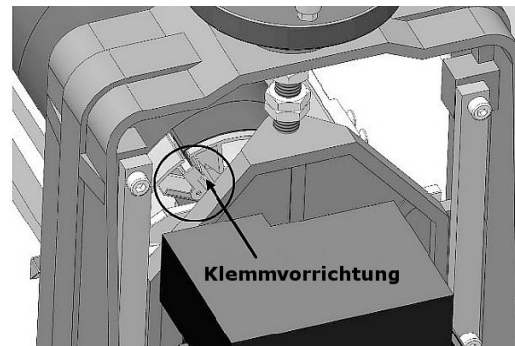

Abb. 15: Klemmvorrichtung rechts
- Schritt 4: Spanabnahme mit Handrad (B, Abb.15) einstellen.
- Schritt 5: Maschine starten (D, Abb.15).
- Schritt 6: Vorschub (E, Abb.15) starten und Vorschubgeschwindigkeit wählen.